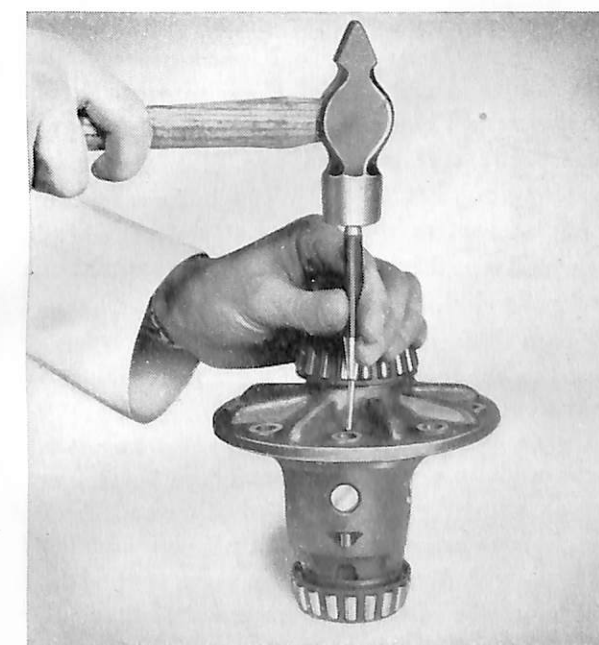

Bild 14. Demont. av låspinne.
1. Lossa skruvarna och tag bort kronhjulet (9).
2. Driv ut låspinnen (7), se bild 14, och därefter axeln (10) för differentialhjulen. Tag ut tryckblocket (12), differentialhjulen (6, 8) och tryckbrickorna (5, 11).